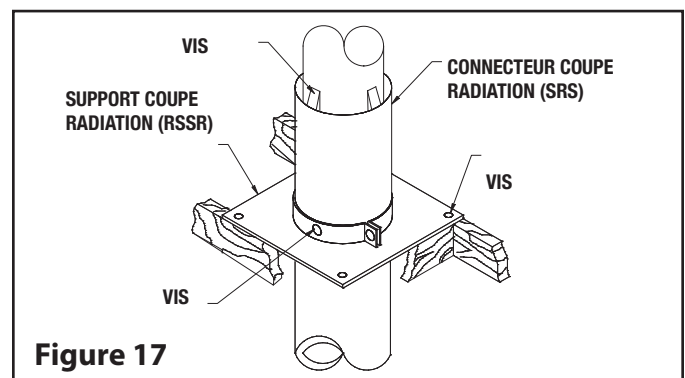

Figure 17
- Faites glisser un tube coupe radiation flexible (FS) sur de cette longueur jusqu'en bas.
- Au niveau du plafond à partir de la partie supérieure, installez un connecteur coupe radiation (SRS) et un support coupe radiation (RSSR), attachez-les mais ne les serrez pas ensemble (voir Figure 17).